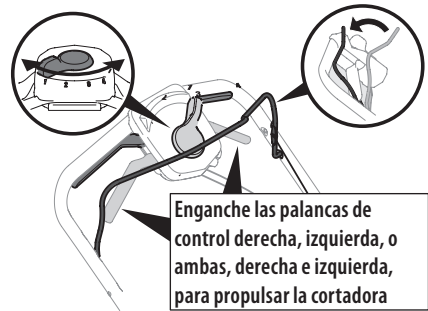

Figura 35
1. Una vez que el motor esté funcionando y mientras sigue oprimiendo el control de la cuchilla, apriete cualquiera de los controles de la transmisión (o ambos) contra la manija superior para propulsar la cortadora (Figura 35).